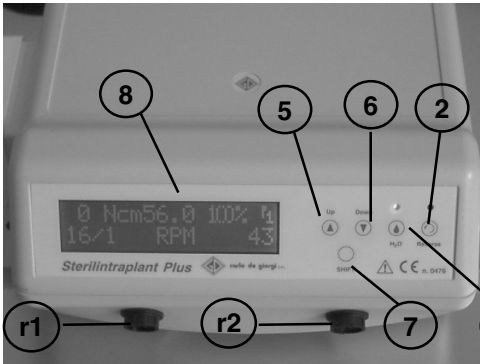

Fig. 6
L'apparecchiatura dispone sul lato frontale i seguenti elementi di comando (Fig. 6):
- 3) selezionare il numero di programma desiderato posizionando il cursore tramite il pulsante "shift" (7 di Fig. 6) sul campo 1 di figura 8, e poi agendo sui pulsanti "Up ▲" e "Down ▼" sino ad ottenere il numero di programma desiderato;